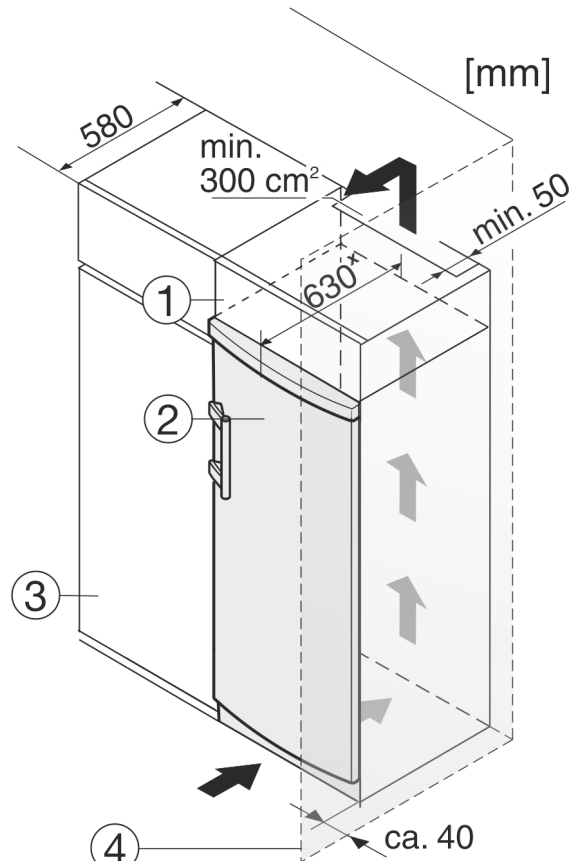

Fig. 10
- (1) Aufsatzschrank
- (2) Gerät
- (3) Küchenschrank
- (4) Wand
Das Gerät kann mit Küchenschränken umbaut werden. Um das Gerät Fig. 10 (2) der Küchenzeilenhöhe anzugleichen, kann über dem Gerät ein Aufsatzschrank Fig. 10 (1) angebracht werden.
Beim Umbau mit Küchenschränken (Tiefe max. 580 mm) kann das Gerät direkt neben dem Küchenschrank Fig. 10 (3) aufgestellt werden. Das Gerät steht seitlich 34 mm * und in der Gerätemitte 50 mm * gegenüber der Küchenschrankfront vor.
Wenn das Gerät mit den Scharnieren neben einer Wand *Fig. 10 (4)* aufgestellt wird, muss der Abstand zwischen Gerät und Wand mindestens 40 mm betragen. Dies entspricht dem Griffüberstand bei geöffneter Tür.